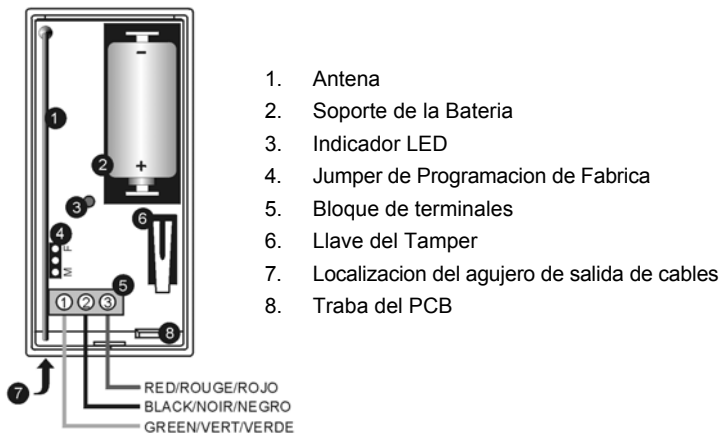

Figura 2: WD861 Transmisor (Sin tapa)
- Perfore el agujero del cableado en la tapa posterior. *ver figura 2.*
- Conecte el cable del sensor al bloque de terminales según se muestra en la figura 2.